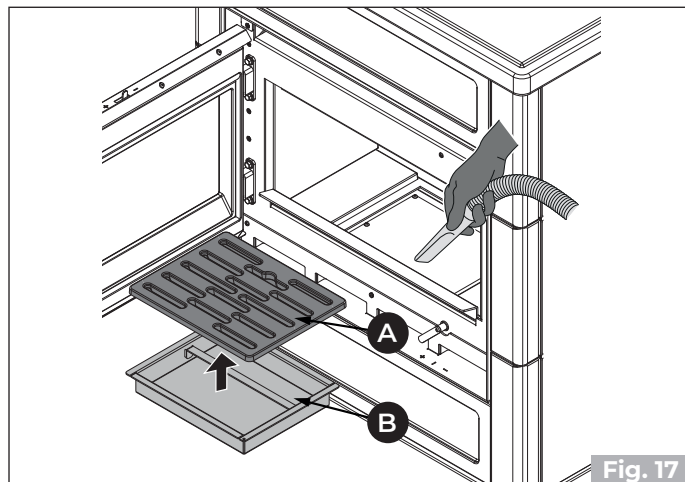

Fig. 17
- 1) Pulire accuratamente la griglia (A) (Fig. 17). Rimuoverla ed effettuare la pulizia del focolare utilizzando una scopetta (non in dotazione) facendo convogliare i residui della combustione nel cassetto cenere.
- 2) Estrarre il cassetto cenere (B) dal basamento ed aspirare l'eventuale cenere depositata nei vani sottostanti (Fig. 17).